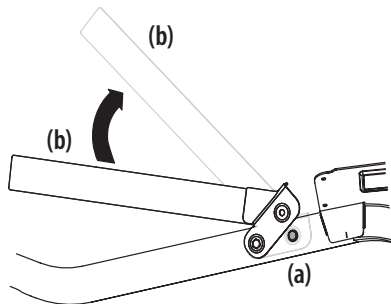

Figure 3
1. Retirez les deux vis à bride hexagonales (a) partiellement installées sur le châssis. Consultez la Figure 3.
2. Faites pivoter le cerceau supérieur (b) pour le mettre en position appropriée. Consultez la Figure 3.